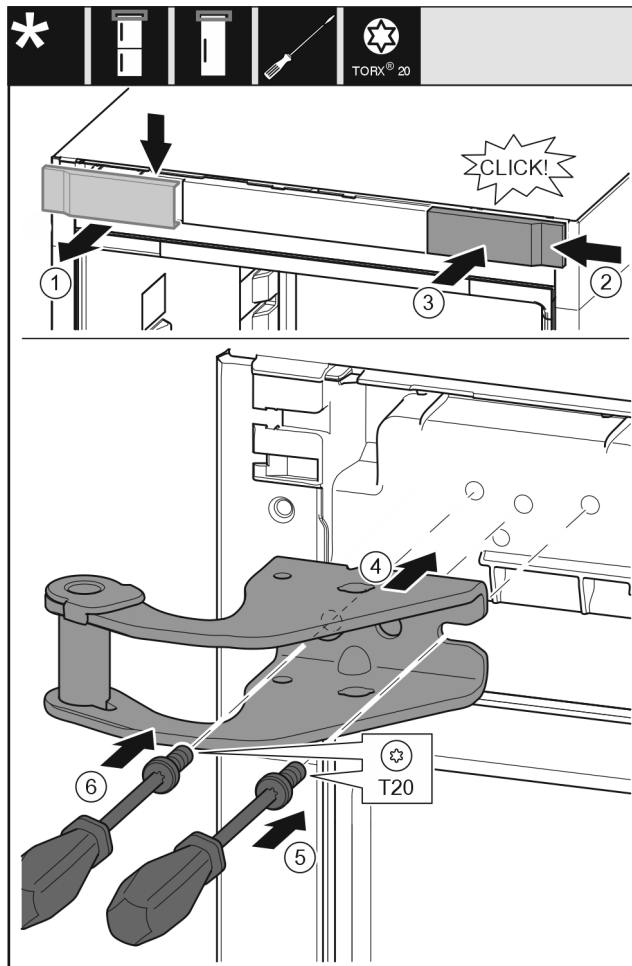

Fig. 11
- ▶ Зніміть кришку Fig. 11 (1), що знаходиться вгорі, рухом вперед.
- ▶ Поверніть кришку Fig. 11 (2) на 180° і повісьте її з іншого боку праворуч.
- ▶ Зафіксуйте кришку Fig. 11 (3).
- ▶ Встановіть верхній опорний кронштейн Fig. 11 (4).
- ▶ Встановіть та закрутіть гвинт Fig. 11 (5) за допомогою викрутки.
- ▶ Встановіть та закрутіть гвинт Fig. 11 (6) за допомогою викрутки.